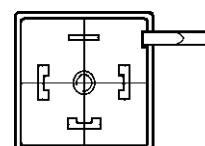

Bild 2: Drehen der Anschlußplatte
- Unterfassen Sie die Anschlußplatte vorsichtig mit der Schraubendreherklinge und heben Sie sie aus (Bild 2).